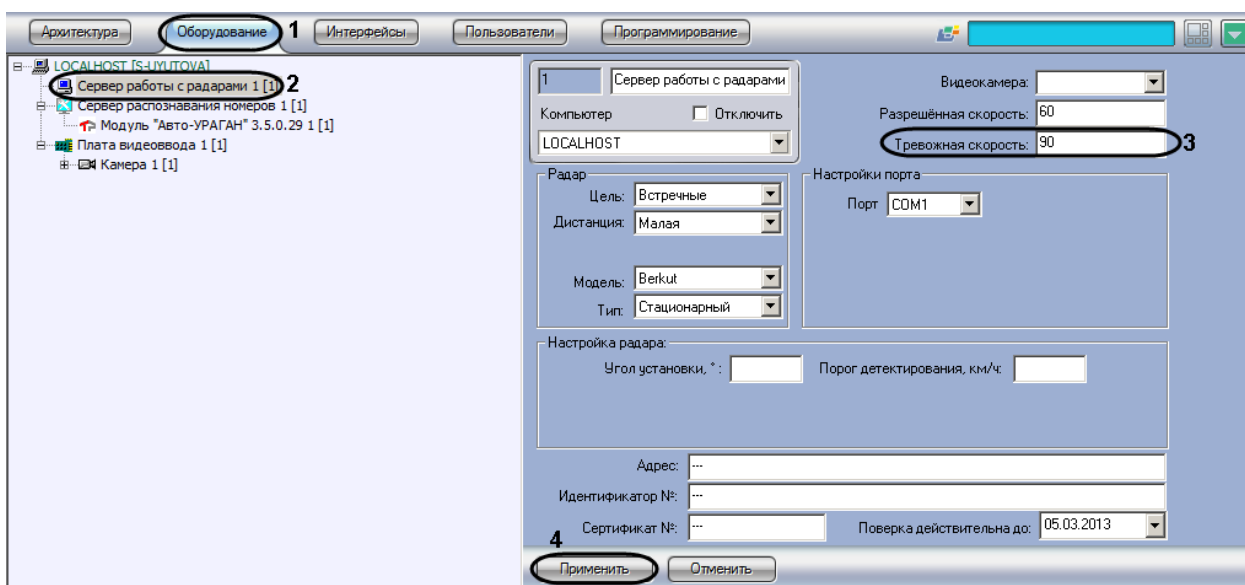

Рис. 7.3—3. Указание допустимой скорости движения транспортных средств
2. В дереве объектов на вкладке «Оборудование» выбрать объект «Сервер работы с радаром», соответствующий настраиваемому программному модулю «Радар» (см. Рис. 7.3—3, 2). В правой части вкладки «Оборудование» отобразится панель настройки выбранного объекта.
3. В поле «Тревожная скорость» ввести максимально допустимую скорость движения транспортных средств (см. Рис. 7.3—3, 3). Параметр выражается в км/ч.
4. Нажать кнопку «Применить» (см. Рис. 7.3—3, 4).